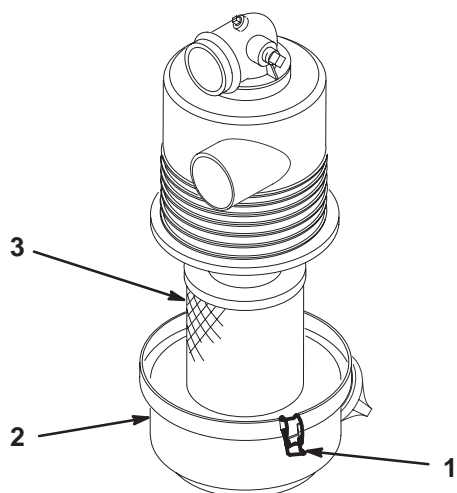

Bild 21
3. Lösen Sie die Laschen, mit denen die Abdeckung am Luftfilterkörper befestigt ist. Trennen Sie die Abdeckung vom Körper ab. Reinigen Sie die Innenseite der Luftfilterabdeckung (Bild 21).
4. Schieben Sie den Filter vorsichtig aus dem Körper heraus, um das Losrütteln von Staub zu minimieren (Bild 21). Vermeiden Sie ein Anstoßen des Filters am Filterkörper.